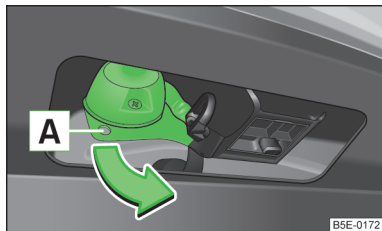

Fig. 151
- > Înainte de conectarea la remorcă, prindeți prizele cu 13 pini în zona **A** » fig. 151 și rabatați-o spre în afară în sensul săgeții.